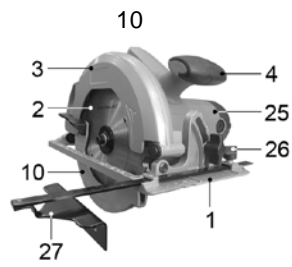

Рис. 7.
7.4. Установка параллельного упора, Рис. 7